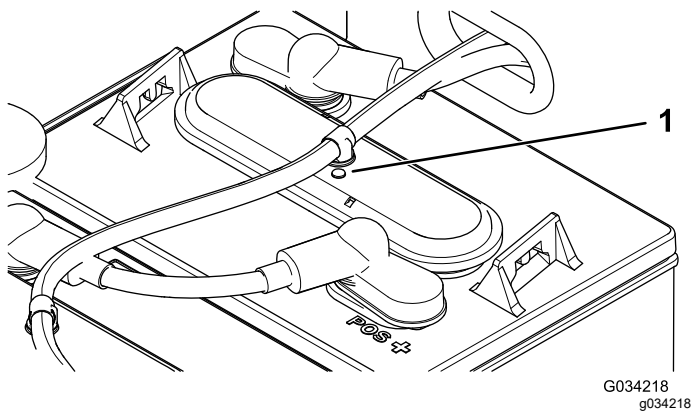

Bild 37
- Prüfen Sie die Augen an jeder Batterie, ob sie schwarz oder weiß sind (Bild 37).